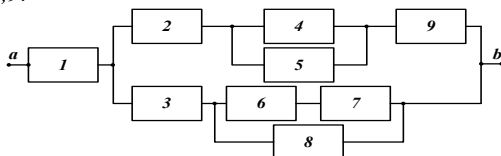

Рис. 6
12. Определить вероятность безотказной работы системы, НФС которой представлена на рис. 6. Все элементы системы равнонадежны, т.е.  $p_1=p_2=\dots=p_9=0,9$ .